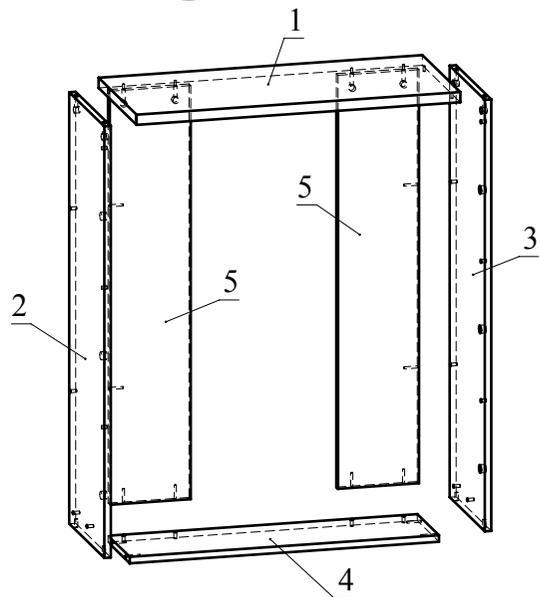

Рис.5
4. Соберите сборку в соответствии со схемой (Рис. 5) при помощи конфирматов. Установите деталь 1 на детали 2, 3 и зафиксируйте, повернув конфирматным ключом головки минификсов по часовой стрелке до упора (Рис. 5).